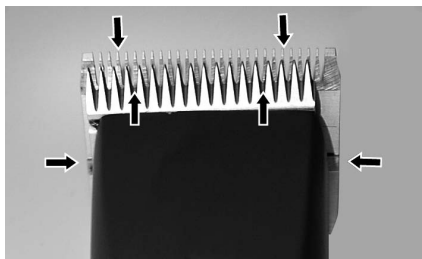

Fig. 22
For å oppnå gode klippemaskinesultater og for å øke levetiden til klippemaskinen og klippehodet, må du påføre et tynt lag med olje mellom det øvre og nedre bladet (fig. 22).
- Smør bladene tilstrekkelig under klippingen (minst hvert 15. minutt), slik at de ikke går tørre (fig. 22).
Bladene må oljes før, under og etter hver gang de brukes. Når bladene på klippemaskinen etterlater striper eller går med redusert hastighet, er dette et tegn på at olje kreves. Påfør noen dråper olje foran på sidene av klippebladene (se pilene i fig. 22). Tørk av overflødig olje med en tørr klut. Smøresprayer har ikke nok olje til å opprettholde god smøring, men hjelper til med å kjøle ned bladene. Skadede eller sløve blader må straks skiftes ut for å unngå skader.